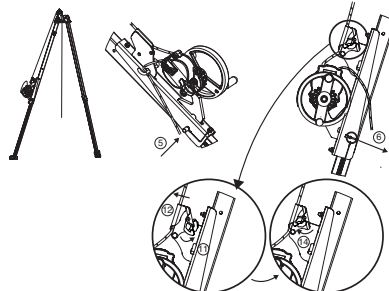

Fig. 9
VIGTIGT: Vær opmærksom på monteringsretningen: faldets blokeringsanordningen skal være vendt opad på tracpode trefoden (Fig.9).
5. Installer forløjningsboltene på konsollen til derope™ UP R apparatet. Denne forløjningsbolt har to funktioner: fastlåsning af benet på tracpode trefoden og forløjning af konsollen til derope™ UP R apparatet på dette ben (Fig.9, 5).
6. Fastlås forløjningsboltene med stiften med låsering (Fig.9, 6).
11. Åbn konsollens faldbremse (Fig.9, 11).
12. Før faldet, der kommer ud af derope™ apparatet ind i konsollens faldbremse (Fig.9, 12).
14. Luk faldbremsen (Fig.9, 14).